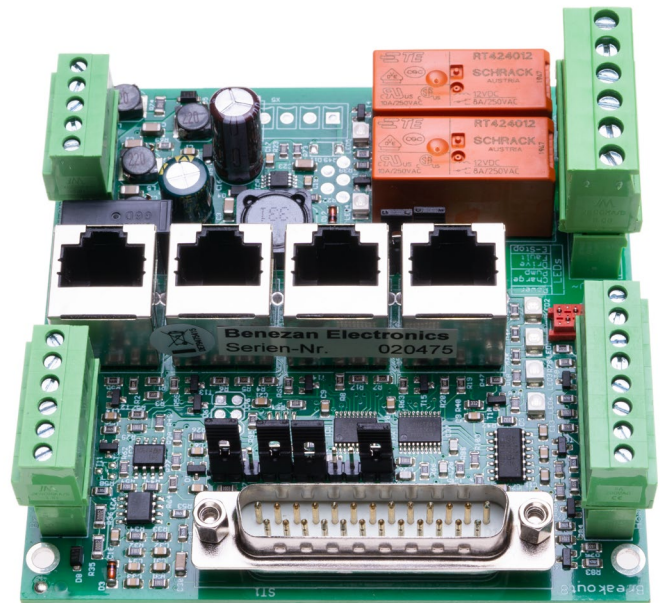

Bild 14: Jumperung für die Verwendung mit Estlcam
- 1-2, 4-5, 6-7, 10-11 (siehe Bild 14)